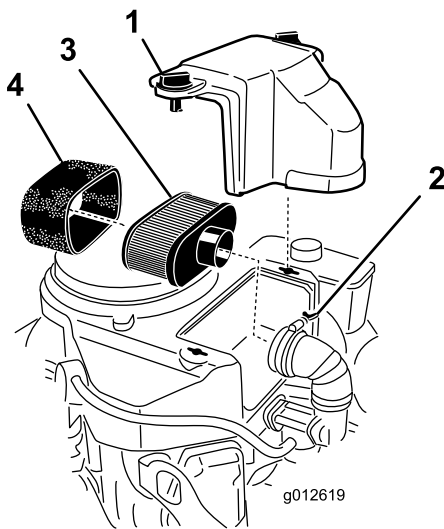

Figure 32
3. Nettoyez la surface autour du filtre à air pour éviter que des impuretés n'endommagent le moteur en tombant à l'intérieur (Figure 32).
4. Dévissez les boutons du couvercle et déposez le couvercle du filtre à air (Figure 32).
5. Dévissez le collier et déposez le filtre à air (Figure 32).
6. Sortez délicatement l'élément en mousse de l'élément en papier (Figure 32).
1. Nettoyez l'élément en papier en le tapotant pour faire tomber la poussière. Remplacez-le par un neuf s'il est très encrassé (Figure 32).
Ne nettoyez pas l'élément en papier. Remplacez-le toutes les 200 heures de fonctionnement (Figure 32). Vérifiez que l'élément n'est pas déchiré ni couvert d'une pellicule grasse, et que le joint en caoutchouc est en bon état. Remplacez-le s'il est endommagé.
1. Glissez délicatement l'élément en mousse sur l'élément en papier (Figure 32).
2. Posez l'ensemble filtre à air sur sa base ou sur le flexible et fixez-le en position (Figure 32).
3. Mettez le couvercle du filtre en place et serrez les boutons (Figure 32).